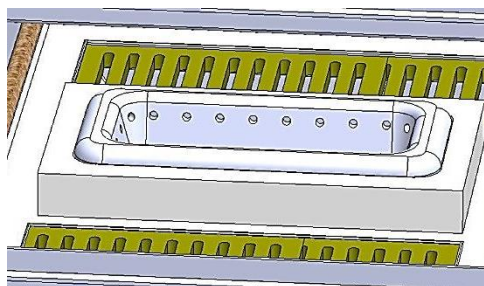

Рис. 28
3.1.4 Подать топливо в горелку котла до уровня отверстий подачи воздуха в горелке см. (рис. 28).